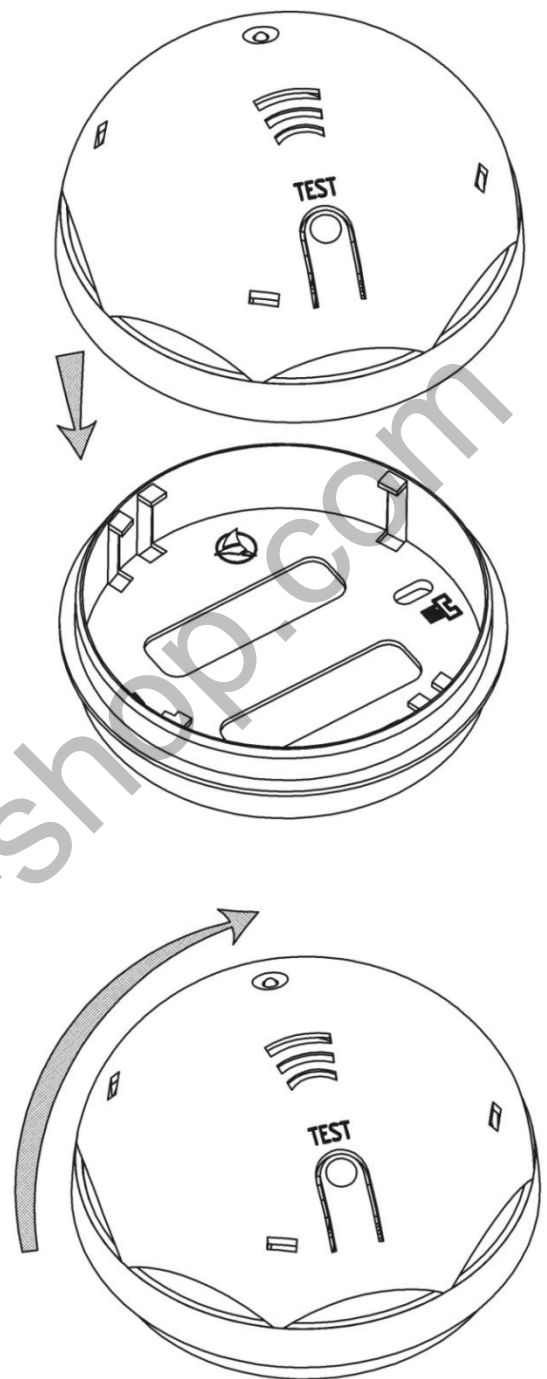

Рис.2. Встановлення сигналізатора в основу
5.4.1 Встановити сигналізатор в основу (дивись Рис.2).